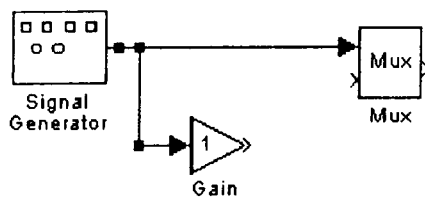

图 6-17
(3) 释放鼠标按钮, SIMULINK 就从鼠标的起点位置到 Gain 模块的输入端口之间用一条线连接起来, 如图 6-17 所示。